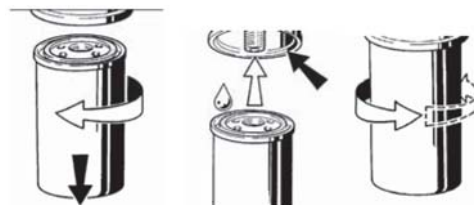

Рис. 7.2.2.
7.2.2. Замена масляного фильтра (рис. 7.2.2.)